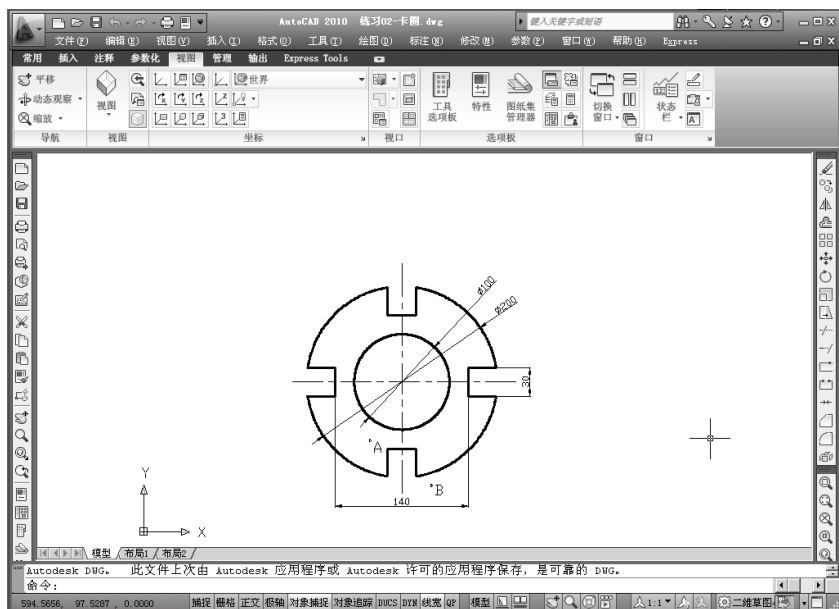
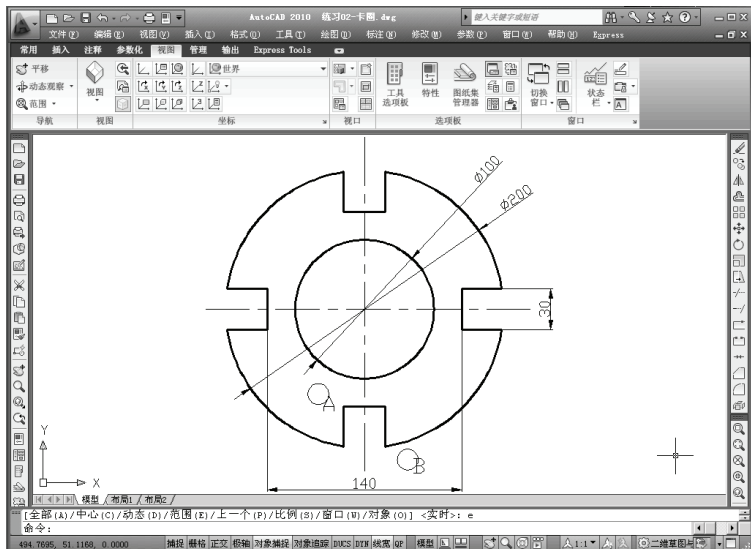
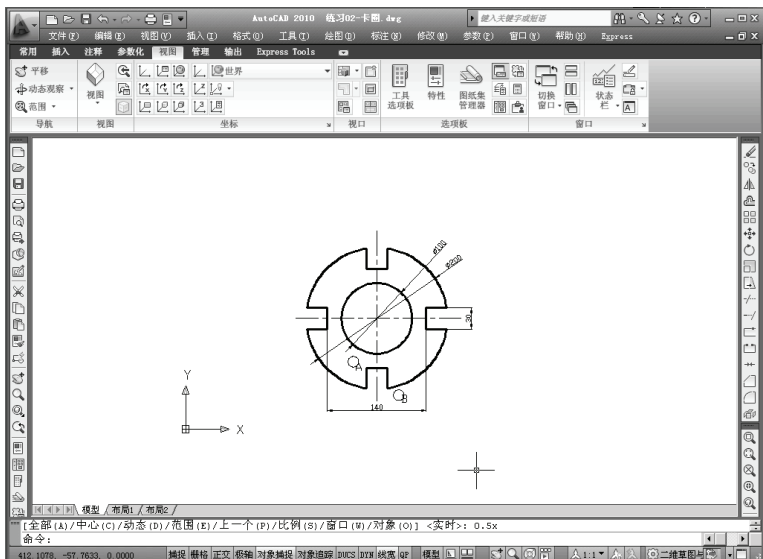

图 9-4 初始图形显示
图 9-7 显示范围
图 9-8 比例缩放示例一
(4) 中心 (C): 指定一中心点, 将该点作为视口中图形显示的中心。在随后的提示中, 要求指定缩放系数或高度, AutoCAD 根据给定的缩放系数 (nX) 或欲显示的高度进行缩放。如果不想改变中心点, 在中心点提示后直接回车即可。
(5) 动态(D): 动态显示图形。该选项集成了平移(PAN)命令和显示缩放(ZOOM)命令中的“全部(A)”和“窗口(W)”功能。当使用该选项时,系统显示一平移观察框,可以拖动它到适当的位置并单击,此时出现一个向右的箭头,可以调整观察框的大小。如果再单击鼠标左键,还可以移动观察框。如果回车或右击鼠标,在当前视口中将显示观察框中的部分内容。
(6) 范围(E): 将图形在当前视口中最大限度地显示。
(7) 上一个(P): 恢复上一个视口内显示的图形,最多可以恢复 10 个图形显示。
(8) 比例(S): 根据输入的比例显示图形,对模型空间,比例系数后加上“X”,对于图纸空间,比例系数后加上“XP”。显示的中心为当前视口中图形的显示中心。
(9) 窗口(W): 缩放由两点定义的窗口范围内的图形到整个视口范围。
(10) 对象(O): 缩放以便尽可能大地显示一个或多个选定的对象并使其位于绘图区域的中心。
(12) 放大(ZOOM 2X): 放大即比例缩放中的比例为 2X。
(13) 缩小(ZOOM 0.5X): 缩小即比例缩放中的比例为 0.5X。
**【例 9.1】** 演示各种视图显示用法及效果。请打开图形“练习 2-卡圈.dwg”,设初始显示图形如图 9-4 所示。
(1) 显示窗口(ZOOM W),采用缩放窗口放大显示图 9-4 所示垫圈下方的缺口。
指定第一个角点:点取图 9-4 中缺口左上角点 A
指定对角点:点取图 9-4 中缺口右下角点 B
(3) 显示范围 (ZOOM E), 如图 9-7 所示, 将图形部分充满整个视口。
结果如图 9-7 所示。
(4) 比例缩放 (ZOOM S)。将图 9-4 所示显示图形按照 0.5X 的比例显示。
结果如图 9-8 所示。
结果显示上一个图形, 即图 9-7, 连续执行可以依次显示前面的图形。
(6) 将图 9-7 所示的图形按照 0.5 倍的比例显示。
从该示例中可以发现, 将图 9-4 显示的图形按照 0.5 倍的比例缩放时, 并未变成图 9-7 显示的一半大小, 如果读者使用的比例系数是 0.5X, 结果会变成图 9-7 所示的一半大小显示出来, 如图 9-8 所示。其间的区别在于 nX 和 nXP 指相对于当前显示在视口中的图形屏幕大小缩放 n 倍, 而 n (不带 X、XP) 指相对于图形数据的 n 倍显示图形。也就是说, 不论当前该图形显示在屏幕上大小如何, 执行 n 倍后显示的结果是一样的。